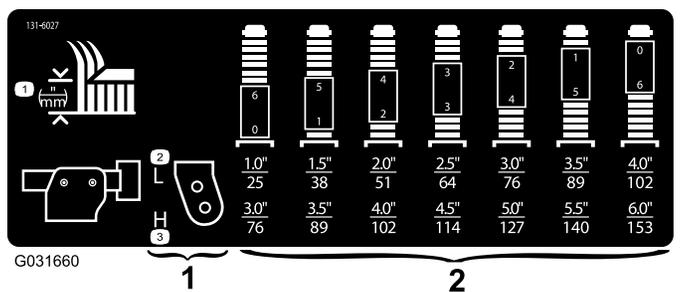

Рисунок 18
3. Поместите оси поворотных колес в одинаковые отверстия во всех поворотных вилках; для определения соответствия отверстий и высоты скашивания см. таблицу (Рисунок 18).
**Примечание:** Для определения правильных комбинаций проставок в зависимости от настройки высоты скашивания см. таблицу (Рисунок 18).